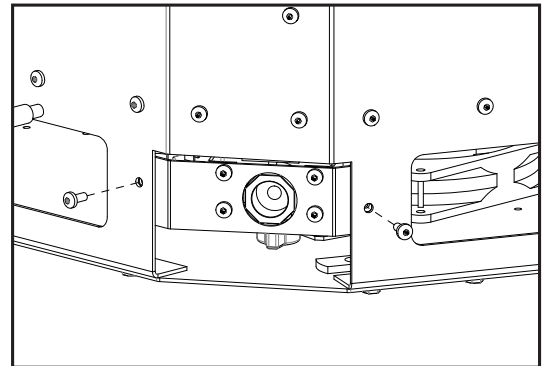
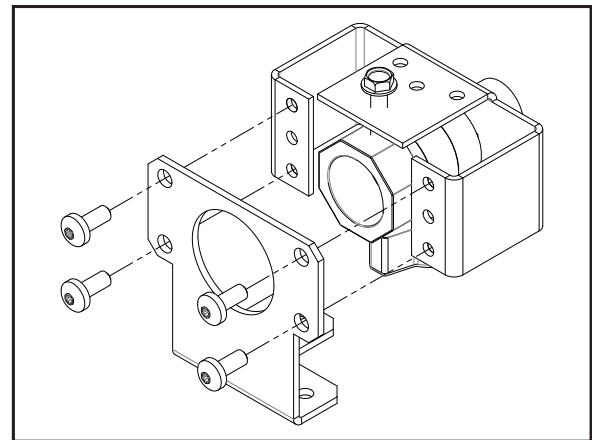

Figure 88: Déconnexion de la plaque à gaz
Figure 90: Connexion de l'adaptateur de gaz
1. Déconnectez les deux (2) vis T20 fixant la plaque du clapet à bille (voir la Figure 88).
2. Débranchez les quatre (4) vis T20 fixant le robinet à tournant sphérique.
3. Desserrez la vis de blocage du clapet à bille et rattachiez le berceau du clapet à bille sur la plaque de relocalisation (incluse dans le sac du manuel, se référer à la Figure 90 la géométrie et l'orientation correctes). Resserrez la vis de blocage et assurez-vous que la vanne à bille est sécurisée.